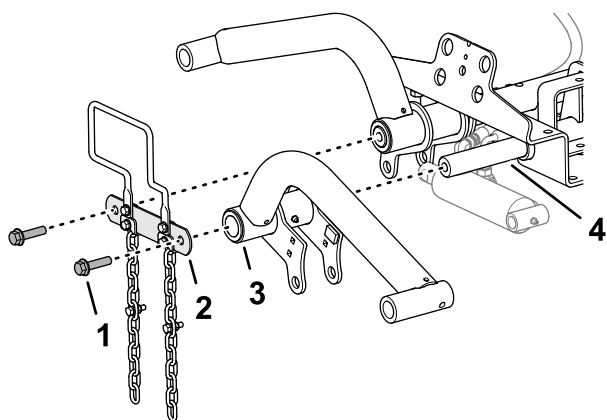

Рисунок 9
1. Установите подъемные рычаги на оси поворота подъемного рычага, как показано на Рисунок 9.
2. Прикрепите тягу оси поворота к осям поворота подъемного рычага (Рисунок 9) с помощью 2 колпачковых винтов с фланцем ($\frac{1}{2} \times 2$ дюйма), снятых при выполнении пункта Подготовка к установке подъемных рычагов \(страница 16\).